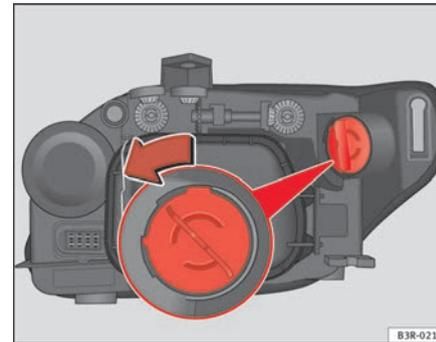

Fig. 213 Luz DRL (luz día)
- Gire el portalámparas en el sentido contrario a las agujas del reloj asíéndolo por la empuñadura ⇒ fig. 213 y extraiga el portalámparas y la lámpara.